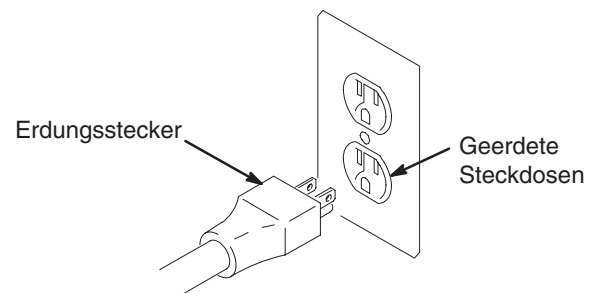

Abb. 2
1. Abb. 2. Die 100–120-VAC-Modelle Ultra Max II 695, 795 und 1095 benötigen eine geerdete Steckdose mit 50/60 Hz, 15A. Die Ultra Max II 1595 120-VAC-Modelle benötigen eine geerdete Steckdose mit 50/60 Hz, 20A; 220–240-VAC-Modelle benötigen eine geerdete Steckdose mit 50/60 Hz, 10A.